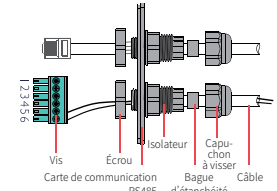

Fig. 31
1. Passez le câble à travers la plaque comme indiqué en Fig. 31.